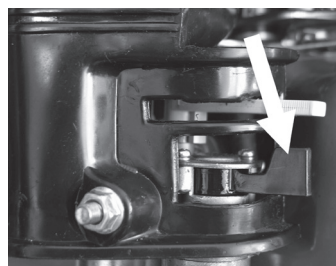

Abb. 6
1. Öffnen Sie den Kraftstoffeinlass, indem Sie den Hebel des Kraftstoffhahns nach rechts bewegen (Abb. 6).